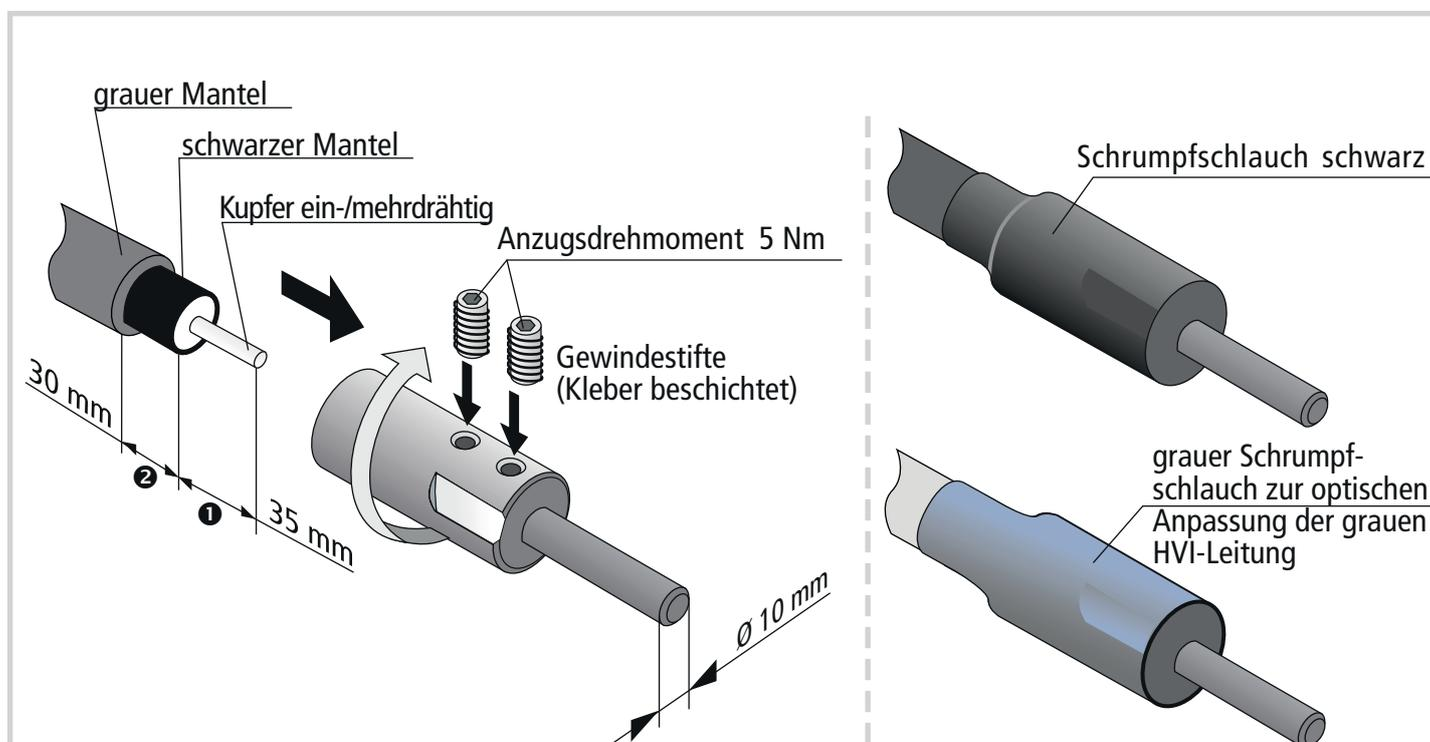

Bild 5 Montage des Erdanschlusselementes / Anschlusselementes
Die **HVI®Leitung I/III** oder die **HVI®long-Leitung** darf am Leitungsende vor Ort gekürzt, jedoch nicht verlängert werden. Die **HVI®Leitung** muss nach einer Leitungskürzung für die erneute Kontaktierung mit dem Erdanschlusselement /Anschlusselement nach Bild 5 vorbereitet werden.
❶ Die Isolierung der schwarzen **HVI®Leitung** ist um 35 mm abzusetzen und die Leitung durch Drehbewegungen 30 mm in das Erdanschlusselement / Anschlusselement einzuführen. Anschließend die Gewindestifte anziehen und das Anschlusselement umschumpfen. Das Werkzeug, **HVI®strip 20** (Art.-Nr. 597 220) ermöglicht in einfacher und sicherer Weise das Absetzen des äußeren Mantels und der PE-Isolierung ohne den darunterliegenden ein-/mehrdrähtigen Kupfer-Leiter zu verletzen. Die Verwendung des Werkzeugs wird bei mehrdrähtigen Leitungen vorgeschrieben.
❷ Der graue Mantel der **HVI®Leitung**, z.B. Art.-Nr. 819 023, 819 025 oder 819 136 ist vorher zusätzlich um 30 mm abzusetzen (Bild 5), damit der darunterliegende halbleitende schwarze Mantel kontaktiert werden kann. Der schwarze Mantel darf nicht eingeschnitten werden. Die Montage erfolgt wie im Bild **5** dargestellt.